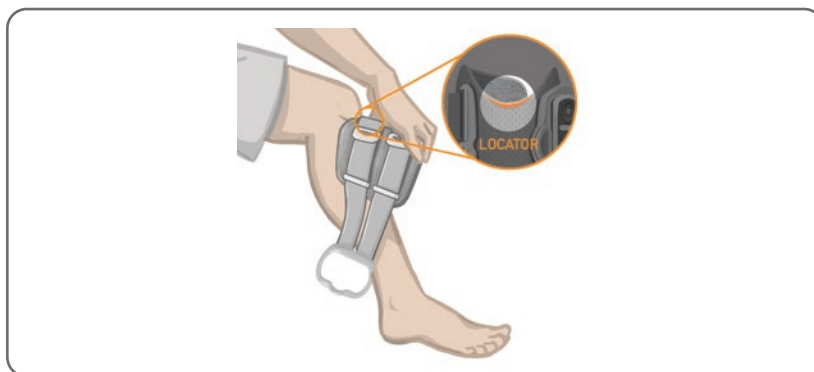
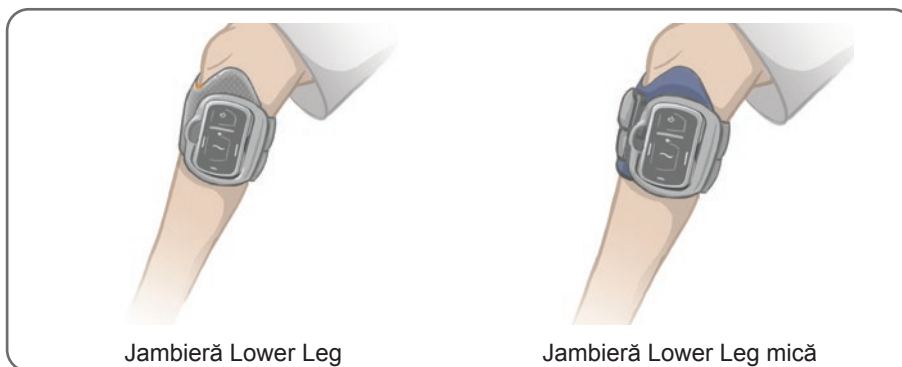

Figura 6-12: Poziționarea jambierei Lower Leg pe picior
Figura 6-14: Jambieră Lower Leg fixată pe picior
2. Asigurați-vă că electrozii sunt bine atașați. Apoi, apucați partea din față a jambierei Lower Leg de suport și înclinați în sus partea inferioară a jambierei. Glisați locatorul în susul piciorului până se așează bine și confortabil sub rotulă. Consultați Figura 6-12.
5. Asigurați-vă că jambiera Lower Leg este poziționat corect. Consultați Figura 6-14. Repoziționați jambiera Lower Leg după cum este necesar. Reglați cârligul și buclele de fixare pentru a asigura o fixare bună. Consultați Figura 6-12.